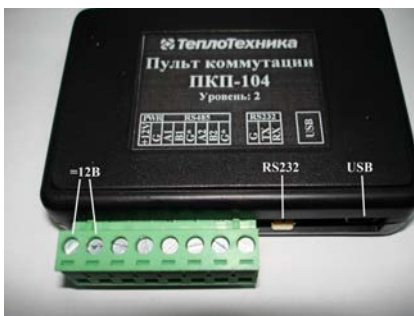

рис. 74
- подключить к клеммам разъема «PWR» провода с питанием =12В от блока питания, соблюдая полярность подключения (при условии использования RS232) рис. 74;